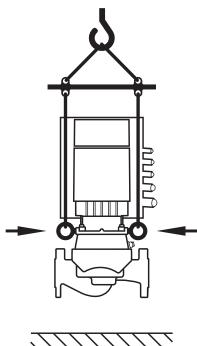

Fig. 8: Транспортування насоса
- Транспортувати насос потрібно за допомогою призначених для цього вантажозахоплювальних засобів (напр., талі, кран і т. ін.). Їх слід закріпити до спеціальних транспортних вушок на фланці двигуна (Fig. 8, тут зображенено: Напрям підймання за вертикально розміщеного вала двигуна).